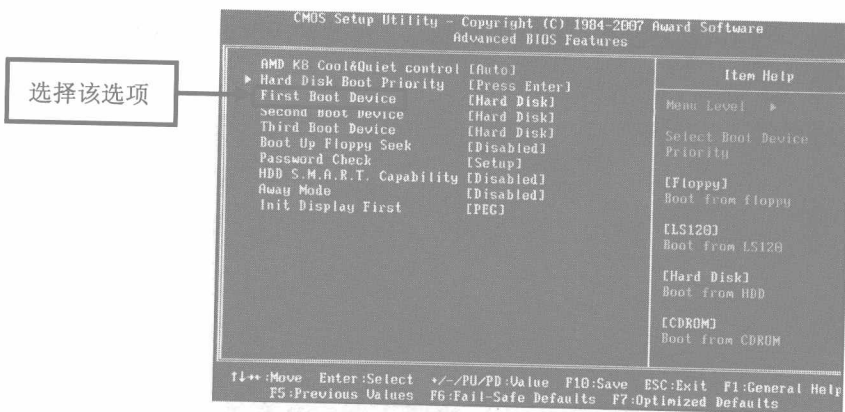

图 1-4
④ 随即进入如图 1-4 所示的【Advanced BIOS Features】设置界面，然后按下【↓】键选择【First Boot Device】选项。